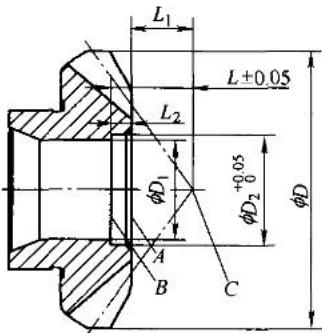

图 1
图1是某汽车后桥差速器半轴锥齿轮零件， ϕD_2 孔因装配需要，其轴向尺寸 L 控制较严，有公差要求。以公司现有量具，可利用深度尺测量 L_2 ，用专用检具测量 L_1 。方法是：分别测出A面到B面之间的轴向尺寸和锥齿轮节锥顶点C点到A面的轴向尺寸，计算其和值就得到 L 尺寸。即 $L = AB + AC$ 。但此法也有以下不足：①确定 L 尺寸时，要经过两次测量和一次计算过程，易产生较大测量误差和计算错误。②因测量步骤较多，当待测数量较大时，测量效率不高。因该零件批量较大，要求逐件检验，以上方法不能满足生产需要，为此，设计了此专用检具，在实际检测中取得较好效果。